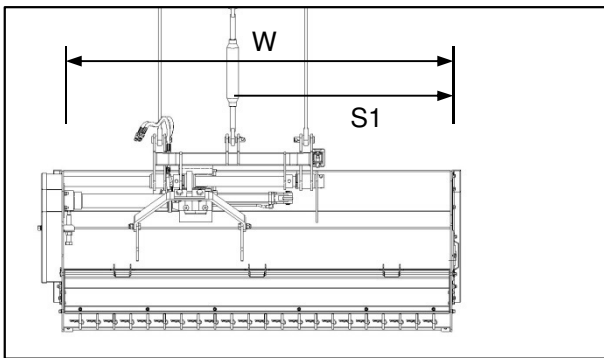
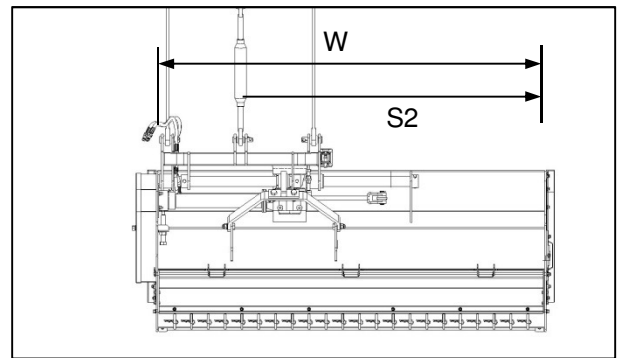

Fig. 6
Fig. 7
- ✔ Lift the implement clear of the ground and set the desired offset position (Fig. 6 / Fig. 7).
- ✔ Standard position (Fig. 6)  $S1 = \text{Working width } (W) - 500 \text{ mm}$ .
- ✔ Maximum offset position (Fig. 7)  $S2 = \text{Working width } (W) - 1000 \text{ mm}$ .
- ✔ Lig die implement van die grond af en stel die kontrahaak in die verlangde posisie (Fig. 6 en Fig. 7).
- ✔ Standaardposisie (Fig. 6)  $S1 = \text{Werkswydte } (W) - 500 \text{ mm}$ .
- ✔ Maksimum-kontrahaakposisie (Fig. 7)  $S2 = \text{Werkswydte } (W) - 1000 \text{ mm}$ .